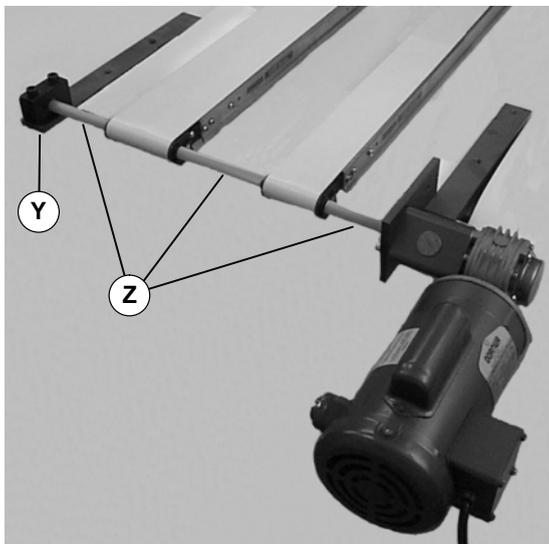

Abbildung 17
1. Den Stützblock zerlegen (Y siehe Abbildung 17) und die Sechskantwelle sowie die Wellenschutzsegmente entfernen (Z).
6. Die Sechskantwelle mit den Schutzsegmenten Stützblock wieder zusammenbauen (Y siehe Abbildung 17).
- Den Stützblock zerlegen (Y siehe Abbildung 17), und die Sechskantwelle und Schutzsegmente entfernen (Z).